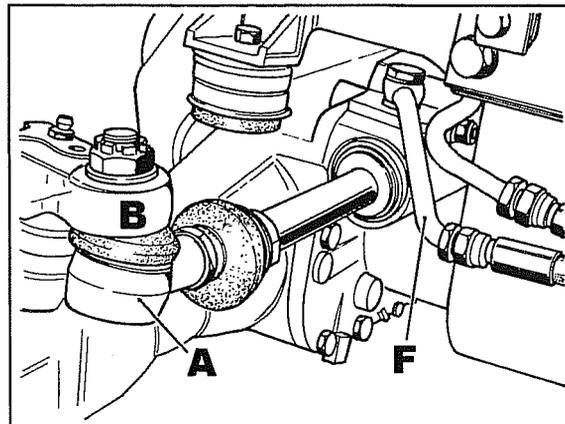

Abb. 69
- b. Die Leitung abtrennen, die als Rücklauf funktioniert, wenn man nach rechts lenkt (**F** Abb. 69).
1. Auf einer Seite die Kugelkupplung **A** Abb. 69 vom Schaft des Zylinders abtrennen, während man auf der anderen Seite die Kupplung entfernt, indem man sie sowohl vom Schaft des Zylinders als auch vom Arm **B** Abb. 69 der Radnabe trennt.